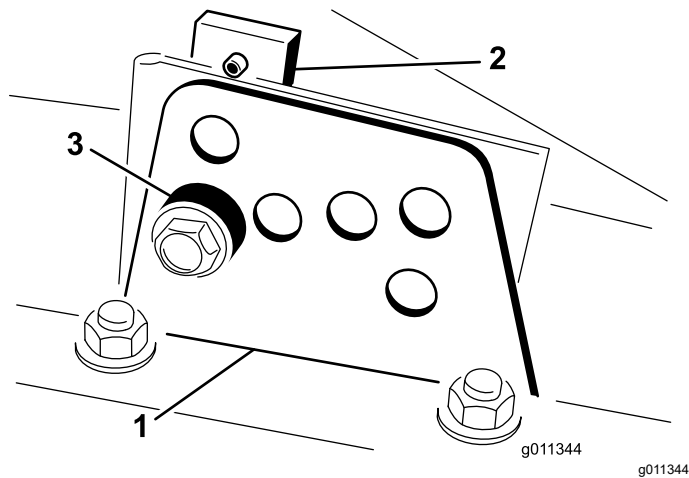

Figura 17
2. Desaperte o parafuso que prende o suporte da altura de corte à placa da altura de corte (frente e de cada lado) (Figura 17).
4. Enquanto estiver suportar a câmara, retire o espaçador (Figura 17).